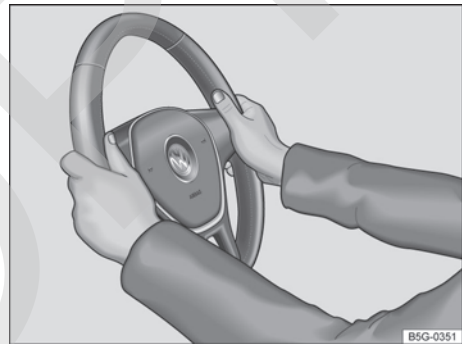

Fig. 61 En el volante: posición equivalente a las 9 y las 3 horas.
- Ajuste el volante de forma que pueda sujetarlo con las dos manos por los lados, por su parte exterior, en la posición equivalente a las 9 y las 3 horas → fig. 61 con los brazos ligeramente flexionados.
- Con el fin de reducir el peligro de sufrir lesiones en caso de que se dispare el airbag frontal del conductor, durante la conducción sujete siempre el volante por los lados, por su parte exterior, con las manos en la posición equivalente a las 9 y las 3 horas → fig. 61.